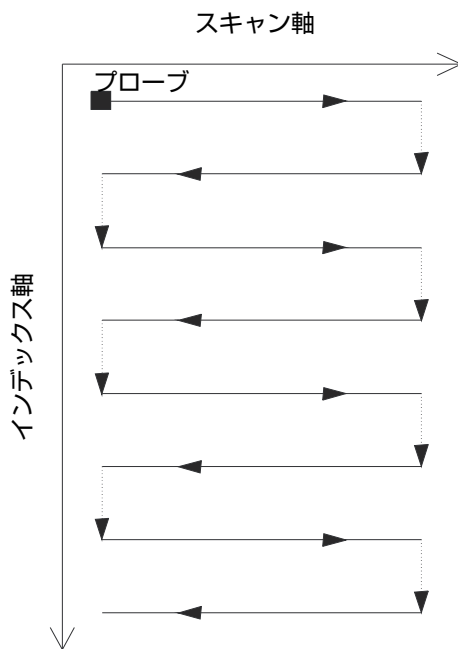

図 5-4 双方向表面スキャン
表面スキャンでは、(1) 走査ラインの機械的な軸であるスキャン軸と、(2) 走査ライン間の機械的な移動軸であるインデックス軸の、2 つの軸を使用します。スキャン軸に沿った各スキャンの終了時に、インデックス軸に沿った位置に増加分が追加されます。双方向スキャンのデータ収集は、166 ページの図 5-4 に示すように、スキャン軸に沿った順方向と逆方向の両方で実行されます。